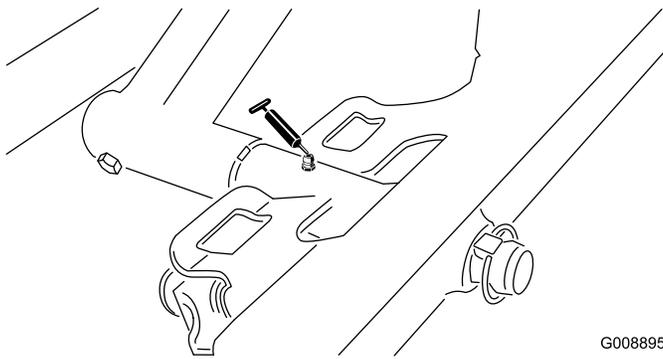

Figura 60
- Pivote de la unidad de corte delantera (Figura 60)